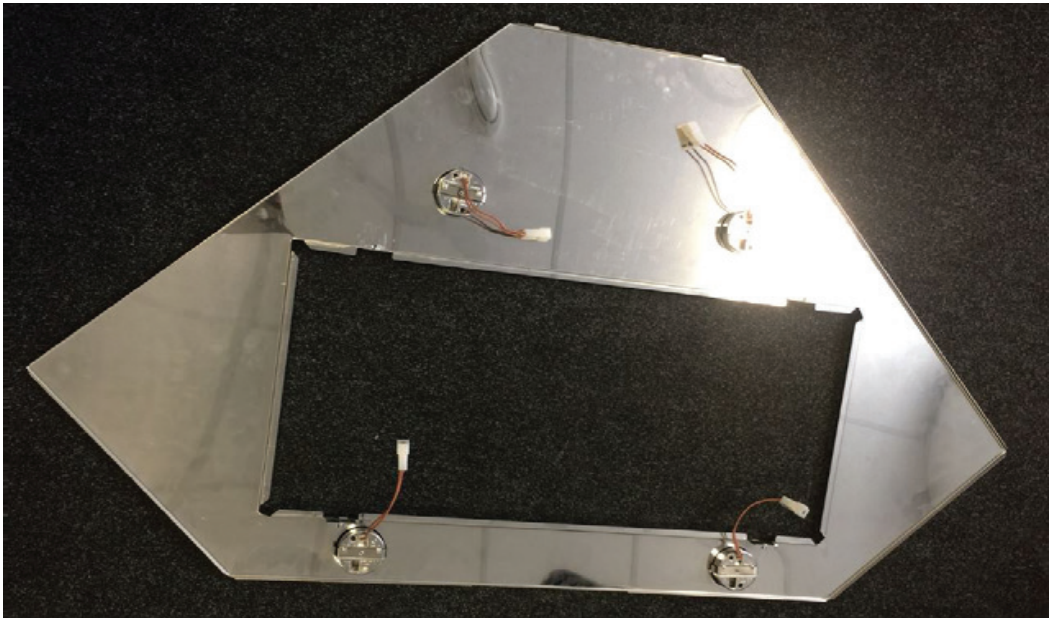

Fig. 7
- Fixer la bride de support box mural au moyen des 2 vis fournies avec le matériel. (Fig.7)